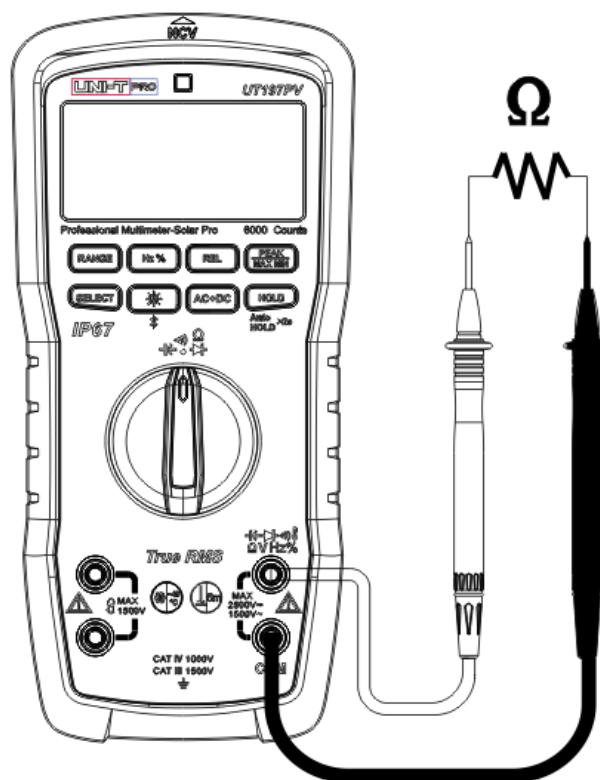

Figura 10
7. Misura della resistenza (Figura 10)